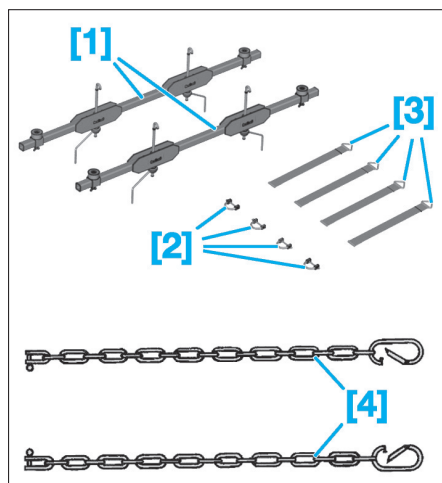

Fig. 1
- [1]. Compresseur de suspension (Ref. 0916-A) (Fig.1).